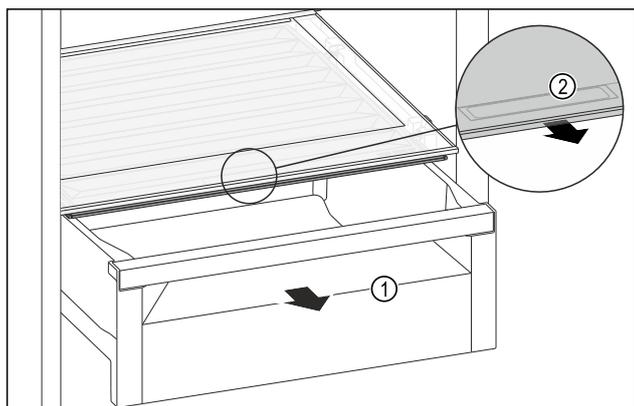

Fig. 116
- ▶ Extrageți sertarul Fig. 116 (1).
- ▶ Prindeți mânerul încadrat Fig. 116 (2) de la capacul compartimentului și trageți concomitent capacul compartimentului spre partea frontală.